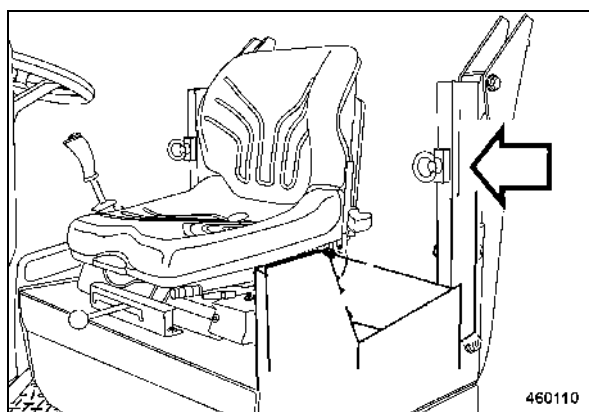

fig. 84
- Positionner les tôles de blocage, des deux côtés, en position verticale (fig. 84).